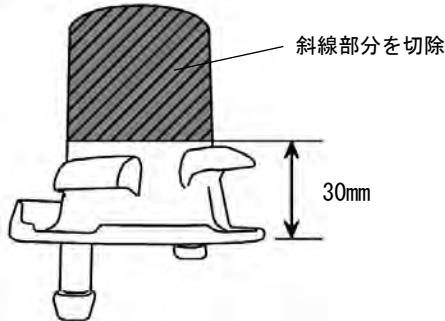

図4-1
- 1. 純正ロアマウンティングラバーを、下から30mmのところまで切除してください。（図4-1）